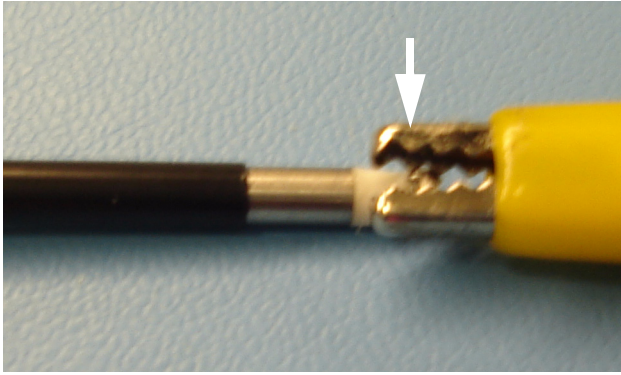

Figura 4
7. Collegare il connettore di test dell'ingresso dell'analizzatore elettrochirurgico all'uscita attiva della sonda SERFAS Energy (vedere Figura 4).